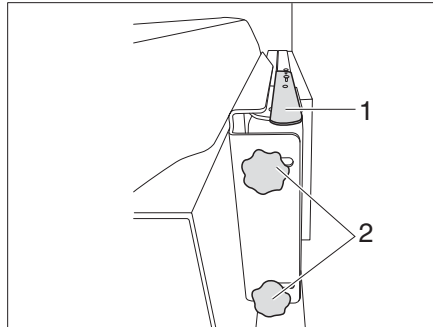

Bild 125 Halterung mit Gelenkarm (Variante 1)
- Hebel (Bild 125,1) nach unten drücken um Flachbildschirm aus Arretierung zu lösen. Hebel loslassen.
- 2 Rändelschrauben (Bild 125,2) lösen und Flachbildschirm in die gewünschte Position schwenken. Rändelschrauben (Bild 125,2) wieder anziehen.